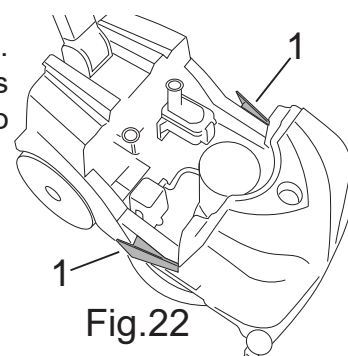

Fig.22
- Prima as duas alavancas laterais de bloqueio dos depósitos (Fig.22-Ref.1), extraia o depósito de recolha do chassis e pouse-o no pavimento.